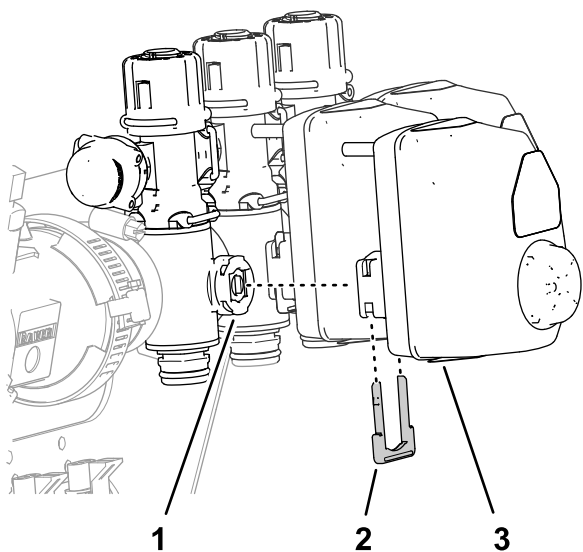

Figura 64
1. Retire os três retentores que prendem os três acionadores das válvulas às válvulas da secção esquerda, central e direita (Figura 64).
2. Retire os acionadores das válvulas das válvulas da seção esquerda, central e direita (**Figura 64**).
10. Monte os três acionadores de válvula às válvulas da secção esquerda, central e direita (Figura 64) com os retentores que retirou no passo 1.